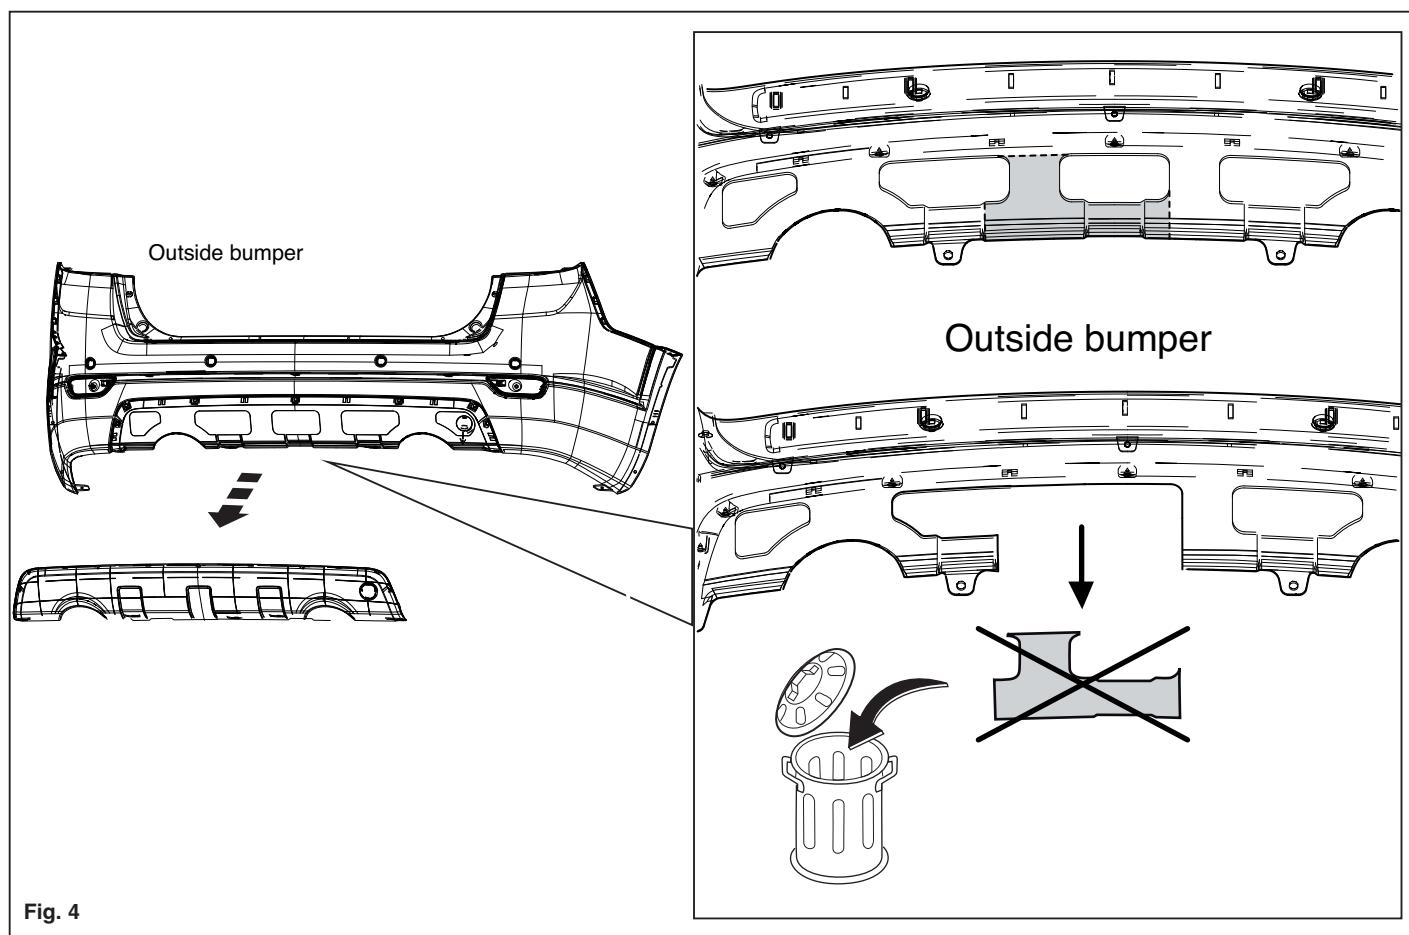

Fig. 4
9. Saw a section out of the middle of the underside of the bumper as shown in fig 4 and 5.
Abbildung 4 und 5 herauszuschmeiden.
9. Scier au centre de la partie inférieure du pare-chocs une partie correspondant à la figure 4 et 5.